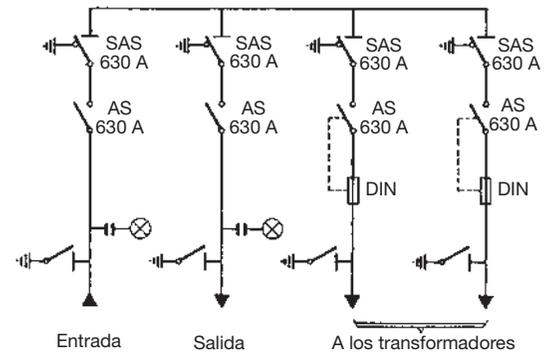

Fig. 1.17. Esquema de CT de empresa.
- **CT de empresa.** Como su nombre indica, este centro es propiedad de la empresa suministradora, por lo que parten de él las redes de distribución en BT. Generalmente, dispone de una o varias celdas de línea (llegada y salida) y una celda de protección por cada transformador montado o disponible (Fig. 1.17).